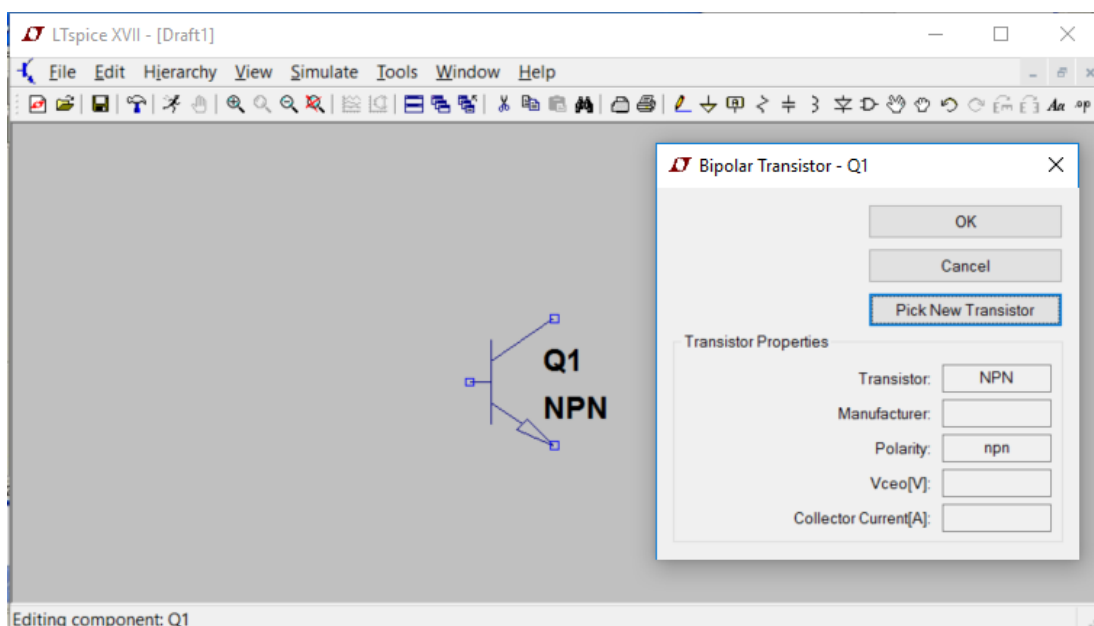
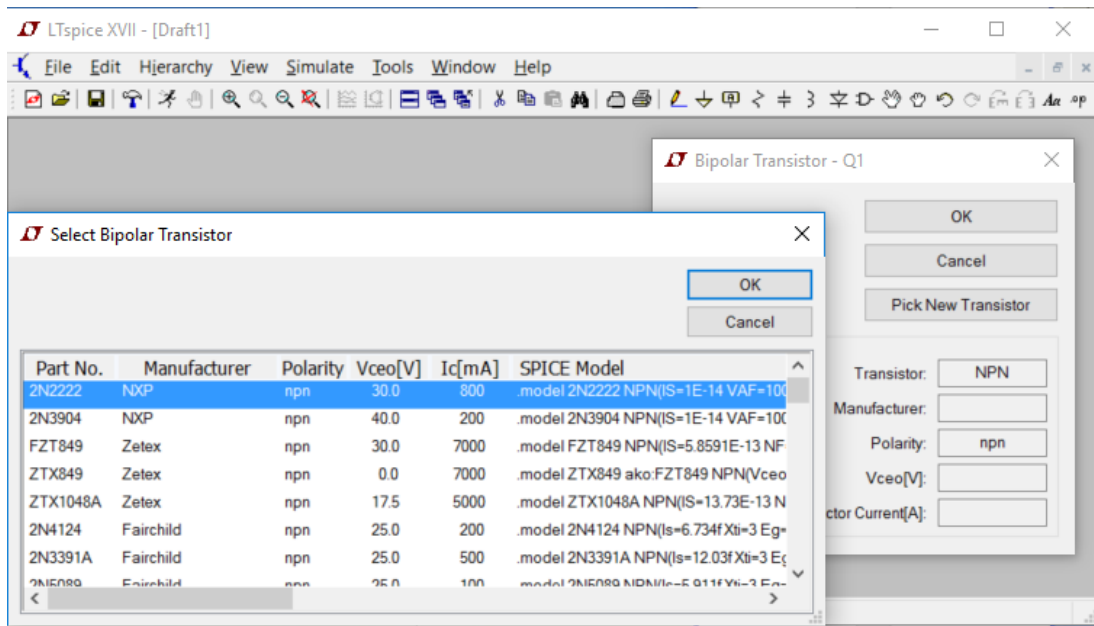

Figura A.13: LT Spice - Vizualizarea proprietăților unui tranzistor npn.
Figura A.14: LT Spice - Alegerea componentei dorite din lista de componente disponibile împreună cu kit-ul de instalare.
3. Se accesează baza de date folosind *Pick New Transistor*, după care se alege componenta dorită, e.g., 2N2222 pentru un tranzistor bipolar npn (se observă în Figura A.13 și în Figura A.14).